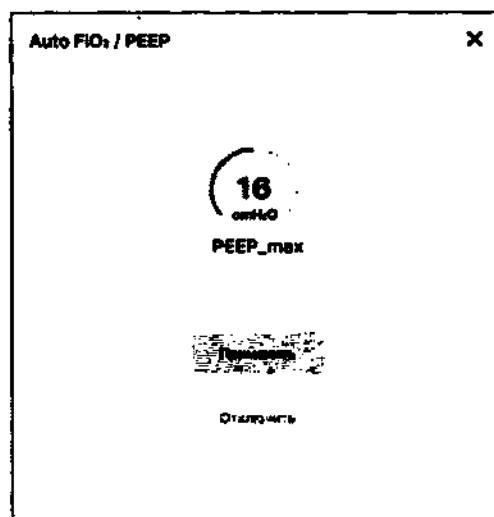

Рисунок 9.41 – Окно управления функцией «Auto FiO₂/PEEP»
- 3 Проконтролируйте появление окна с параметрами управления (см. рисунок 9.41).